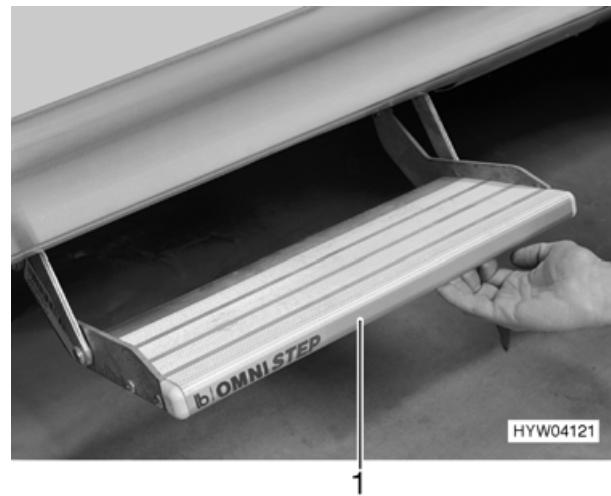

Bild 9 Eintrittsstufe (Moving)
- Eintrittsstufe (Bild 9,1) unten anfassen und herausziehen.